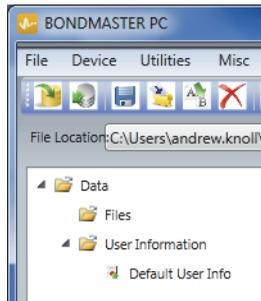
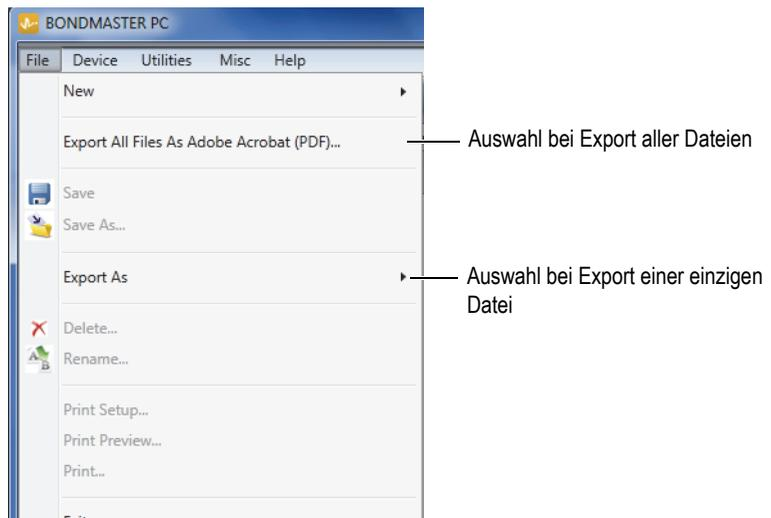

Abbildung 7-9 Dateien im linken Teilfenster von BondMaster PC
Abbildung 7-10 Menü File
- ◆ Wählen Sie die Datei im linken Teilfenster von BondMaster PC (siehe Abbildung 7-9 auf Seite 195) und dann **Export As > PDF** aus (siehe Abbildung 7-10 auf Seite 195).
- ◆ Im Menü **File** von BondMaster PC wählen Sie **Export All Files As Adobe Acrobat (PDF)** aus (siehe Abbildung 7-10 auf Seite 195).